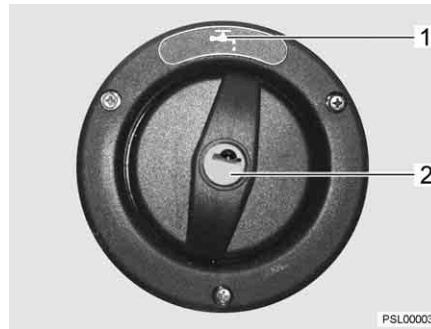

Bild 39 Verschlussdeckel für Trinkwasser-Einfüllstutzen
▷ Der Trinkwasser-Einfüllstutzen ist mit dem Symbol "☰" (Bild 39,1) gekennzeichnet.
- Schlüssel in Schließzylinder (Bild 39,2) stecken und entgegen dem Uhrzeigersinn drehen.